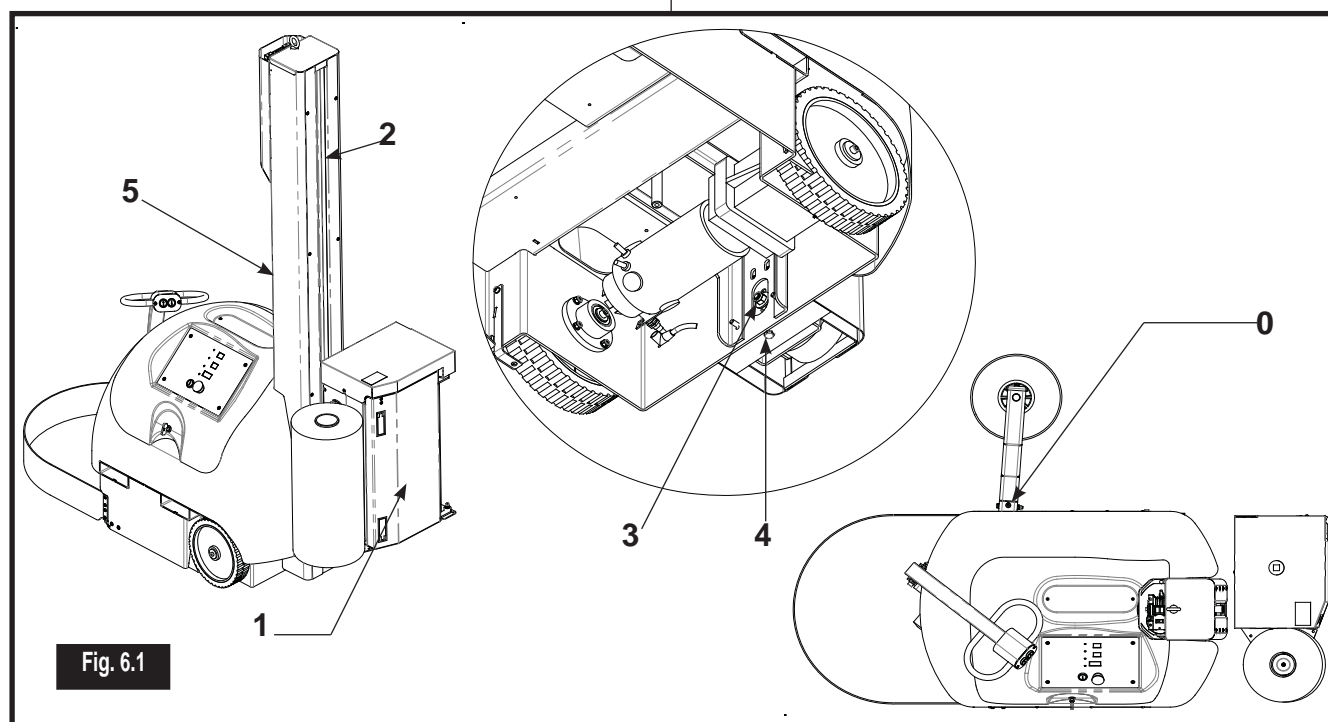

Fig. 6.1
Verificare, a macchina spenta, il gioco del carrello porta bobina (vedi fig. 6.1). Nel caso risulti possibile sollevare il carrello (1) per qualche cm, occorre tensionare la catena (2) come descritto di seguito:
- allentare il dado (3), avvitare la vite (4) fino a quando l'oscillazione del ramo lento, misurata a metà altezza della colonna (5), è contenuta in 2 cm. Avvitare il dado (5). Lubrificare la catena con grasso
Verificare che in condizioni di riposo il timone si posizioni completamente a fine corsa (0) (Fig. 6.1). Se necessario sostituire la molla di contrasto.
Vérifiez, la machine est éteinte, l'espace du chariot porte bobine (voir Fig. 6.1), en cas que on peut le chariot (1) pour quelques centimètres, devraient se serrer la chaîne (2) comme suit:
Vérifier qu'en conditions de repos, la barre se positionne en fin de course (3) (Fig. 6.1). Remplacer le ressort de contraste si besoin est.